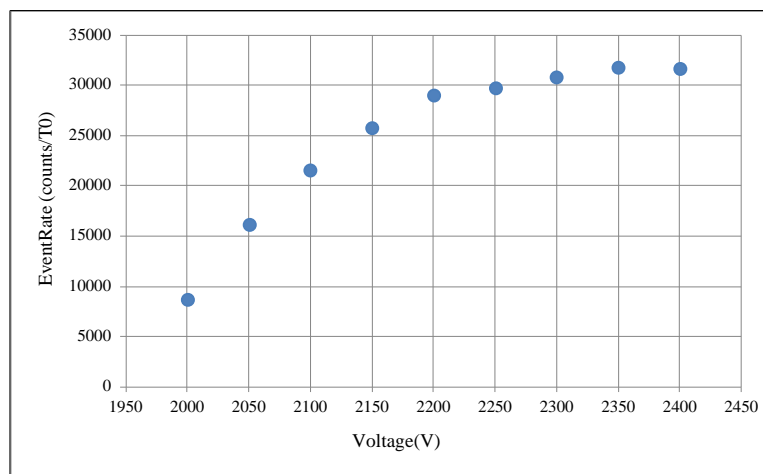

図 4-1 プラトー特性
5. 図 4-1 はプラトー特性の測定結果の例で、この場合は 2,350V を動作電圧とした。